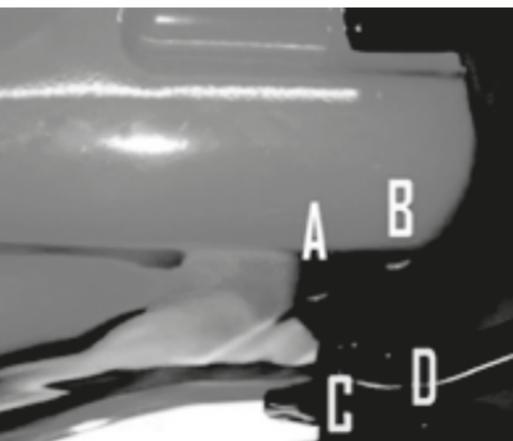

Figura 1.
**Fijación de la manija.** Coloque el perno (C) de la manija en el orificio inferior (A) de la carcasa. Repetir la misma operación del lado opuesto. (Figura 1)
Una vez colocada la manija inferior (Figura 1 y 2,) se toma la manija superior (extremo curvo hacia arriba) y se coloca sobre la inferior haciendo que coincidan sus orificios ajustándolas con el tornillo y la mariposa correspondiente.
Se retiran los dos tornillos (E) de la parte posterior de la llave (Figura 1) dejando así al descubierto las dos patitas para que coincidan con los